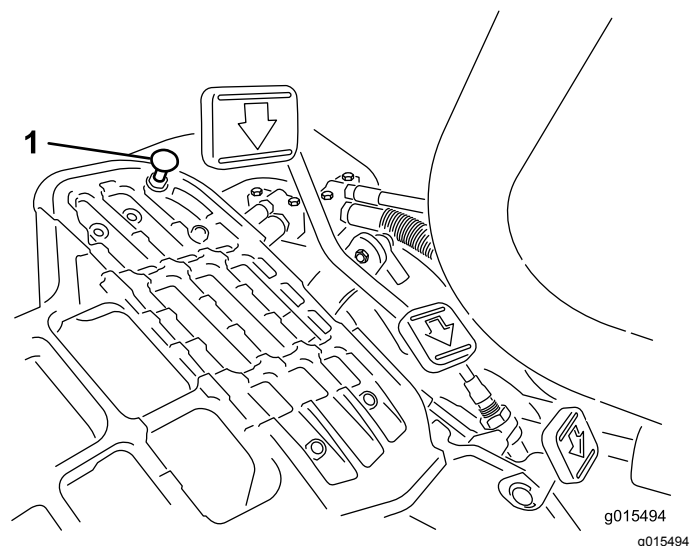

図 33
1. モードレバーを移動走行位置にセットし、ペダルストップを固定しているロックナットをゆるめる 図 33。
モードレバーを移動走行位置にセットし、ペダルを一杯に踏み込めば最高速度となります。ケーブルに張力が掛かる前にペダルがストップ 図 33 に当たる場合には調整が必要です。